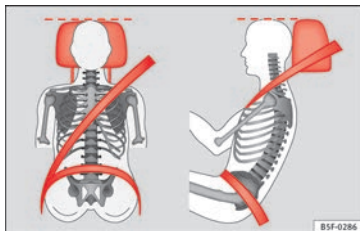

Abb. 48 Richtig eingestellte Kopfstütze von vorne und seitlich betrachtet.
- Stellen Sie die Kopfstützen so ein, dass sich die Oberkante der Kopfstütze möglichst auf einer Linie mit dem oberen Teil des Kopfes, jedoch nicht niedriger als Augenhöhe befindet » Abb. 48.